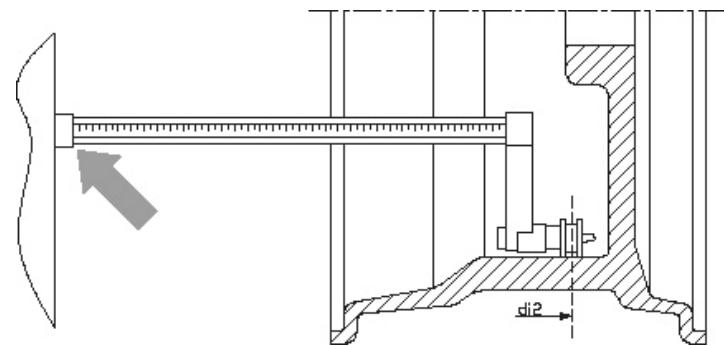

图 F3.5-ALS1 和 ALS2 模式下手动测量轮辋外侧距离
- 6) 拉出距离尺靠在轮辋外侧想要贴平衡块的位置，如图 F3.5 所示；